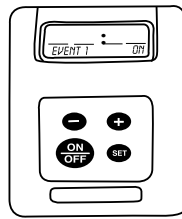

FIG. 3
- 1) Después de ajustar la hora, oprima una vez el botón SET (Ajuste). La pantalla mostrará ahora el modo EVENT 1 ON (Evento 1 encendido). Aparecerá "EVENT 1 ON" intermitentemente en la pantalla en blanco. (Véase la Fig. 3)